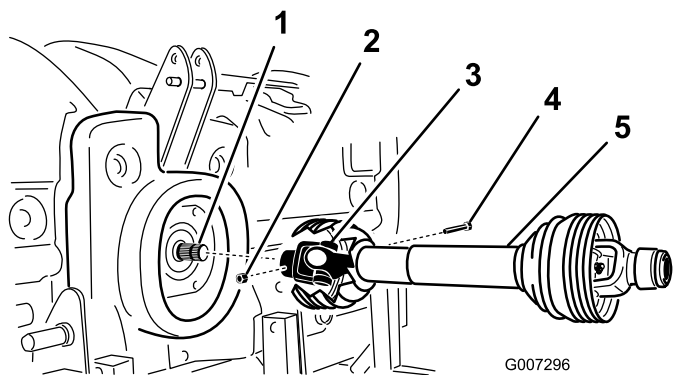

図 11
2. PTOシャフトをギアボックスの入力シャフトに固定するボルト1/2 x 3.00 インチとナット1/2 インチを使用する 図11。